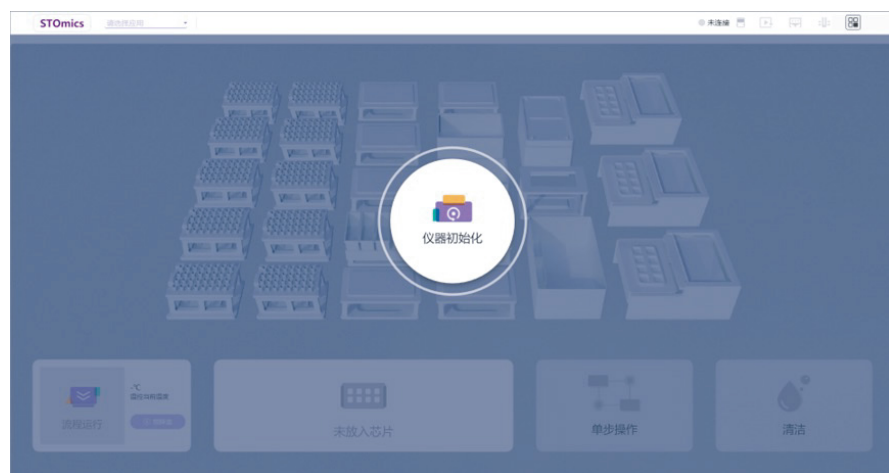

图 2-3 STOmicS 软件仪器初始化界面
- 仪器初始化：打开软件后，请点击“仪器初始化”按钮进行系统自检，此过程预计为 1-2 min。界面如图 2-3 所示：